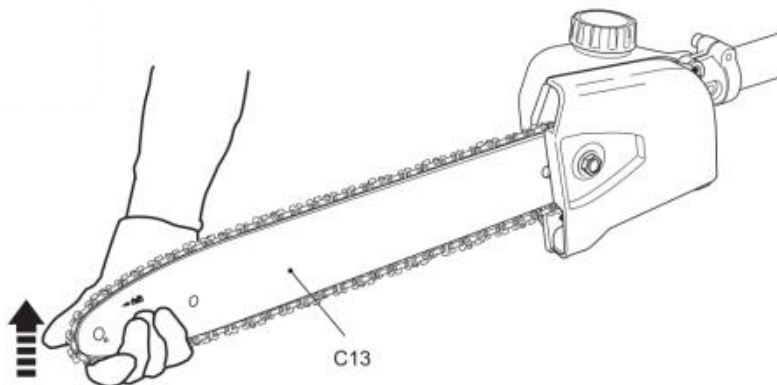

Fig. 13
- 2) Podnieś końcówkę prowadnicy (C13) i trzymaj ją tam podczas regulacji napięcia (rys. 13).